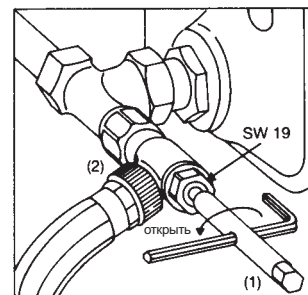

Рис. 6
- 3.4 Инструмент для заполнения и слива (2) накрутить на „Combi 4/3“ и закрепить шланг (рис. 6).
- 3.5 Открыть воздушную пробку на отопительном приборе. Вставить шестигранный ключ SW 10 (1) в инструмент для заполнения и слива (2) и поворотом влево слить прибор (рис. 6).
- 4.1 Если отопительный прибор до этого был слит через инструмент для заполнения и слива (2), никаких действий с инструментом или арматурой проводить не надо. Отопительный прибор теперь можно заполнить через присоединенный шланг (Необходимо спустить воздух из отопительного прибора).